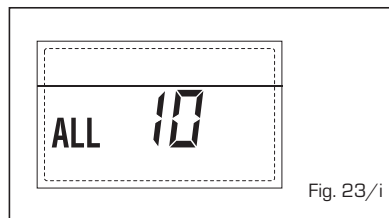

Fig. 23/i
- **INTERVENCIÓN SONDA HUMOS "ALL 13"** (fig. 23/l)